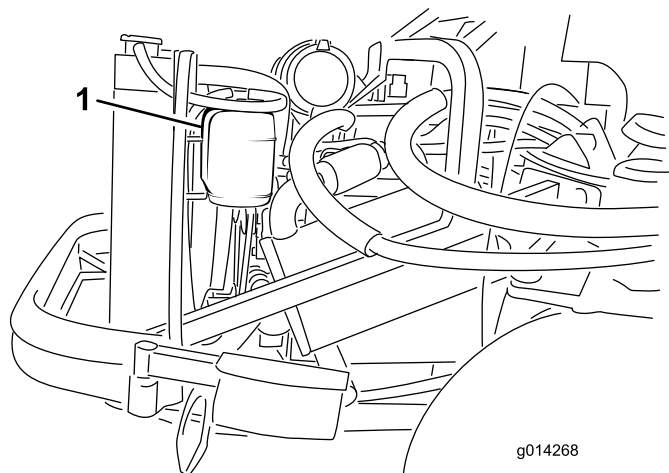

Figura 60
1. Compruebe el nivel de refrigerante en el depósito de expansión (Figura 60). El nivel del refrigerante debe estar entre las marcas en el lateral del depósito.